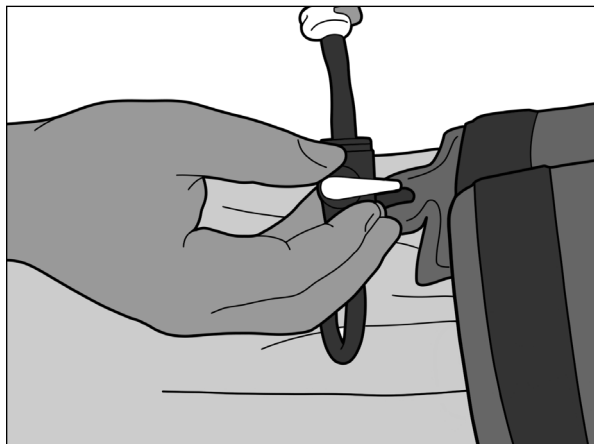

Abb. 20
1. Stellen Sie sicher, dass sich das Absperrventil senkrecht zum Schlauch befindet (Abb. 20).